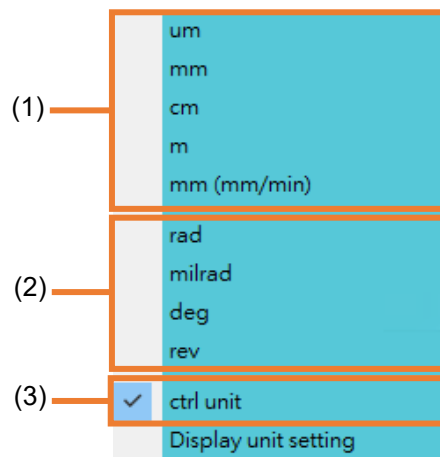

図 10.2.2.1
- (1) 換算比率が0の場合、対応する単位オプション (図 10.2.2.1) は選択できません。
- (2) Apply をクリックした後、ドライバーに送信を実行して、ドライバーのリセット後に設定が失われないようにします。